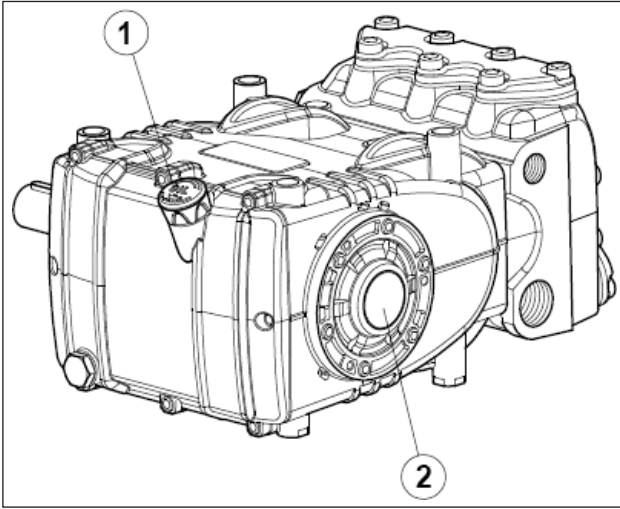

图 14
- 泵壳中的油处于规定的油位，可通过专用的油位杆(①，图14)进行检查，此外也可用油位指示器(②，图14)进行检查。